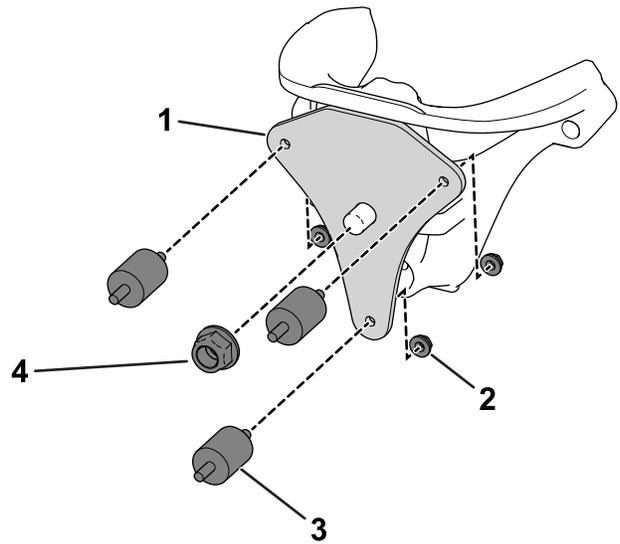

图 5
8. 使用螺母5/8 英寸将安装板固定到转向头上图 5。
9. 如图 5 所示用 3 个螺母5/16 英寸将 3 个橡胶防振垫固定到安装板上。